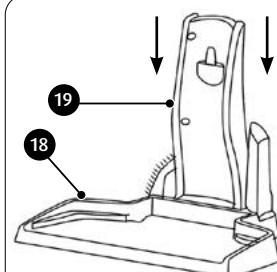

Abb. 1
- Die Dockstation (Ständer) korrekt montieren - den Korpus (19) entsprechend der Abbildung (Abb. 1) an der Basis der Dockstation (18) befestigen. Die Dockstation kann nach dem Lösen der Blockade auf der Unterseite der Basis (18) demonstriert werden. Die Bügel (22) an den Schienen (21) montieren - dort kann das Zubehör des Staubsaugers geparkt werden.